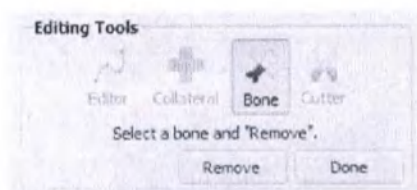

Рисунок 5
- Нажмите Editing Tools > Bones (Инструменты редактирования > Кости) для удаления костных структур (Рисунок 5)